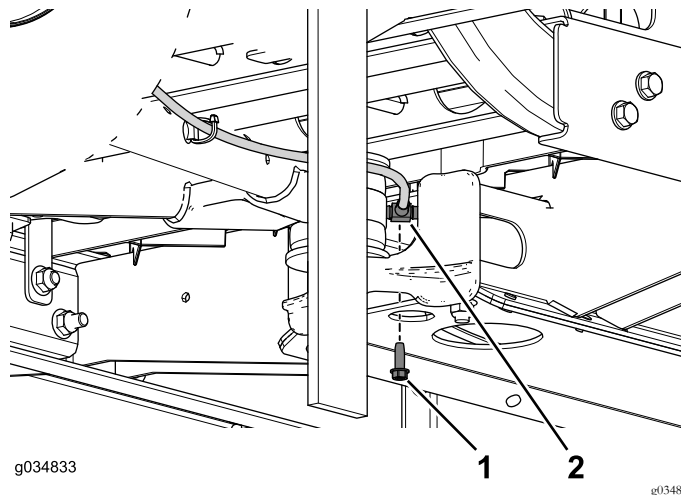

図 18
5. ブレーキラインのT字フィッティングをセンターチャネルに固定しているタッピングねじを取り外す【図 18】。